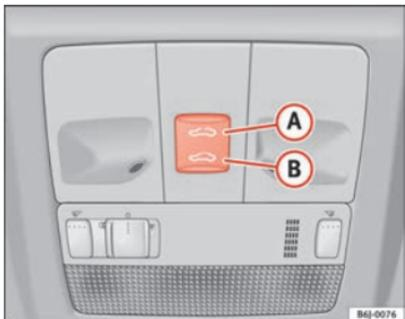

Fig. 51 Toit ouvrant / déflecteur
- Appuyez et maintenez le bouton **(B)** ⇒ fig. 51 ⇒ appuyé, le toit se referme alors jusqu'à ce que le bouton soit relâché.